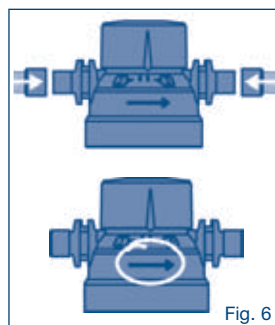

Fig. 6
2. Tenga en cuenta la dirección del flujo (consulte la Fig. 6).